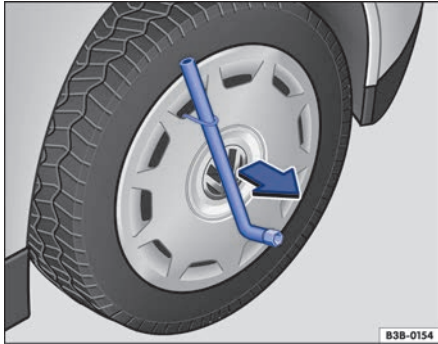

Fig. 210 Desmontar el tapacubos integral.
- Introduzca la llave de rueda por el gancho de alambre ⇒ fig. 210 y tire del tapacubos en el sentido de la flecha.